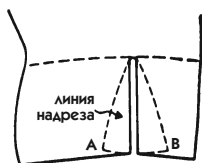

Рис. 527
- Посередине участка наложения обеих деталей баски проведите 2 параллельные прямые на расстоянии 8—10 мм (рис. 527).